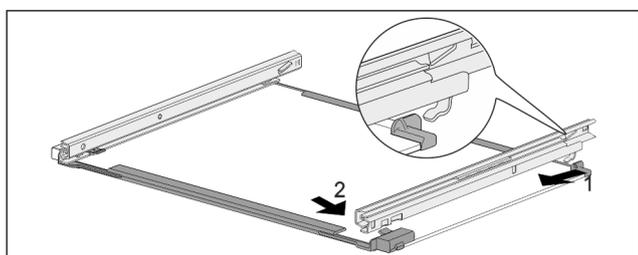

Fig. 82 Glasplaat met rails
- ▶ Rail achter vasthaken. Fig. 82 (1)
- ▶ Rail voor vasthaken. Fig. 82 (2)